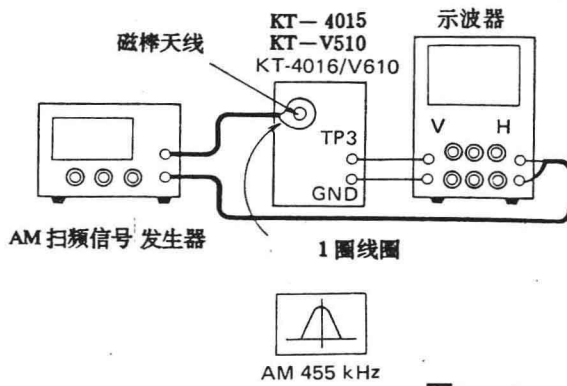

图1-10
- (1) 把 AM 信号发生器、AM 扫频信号发生器和电子管电压表接通电源，预热 15 分钟。
- (2) 参阅图 1-10，先调试 AM-IF（见“AM 调试表”中第一步骤）。